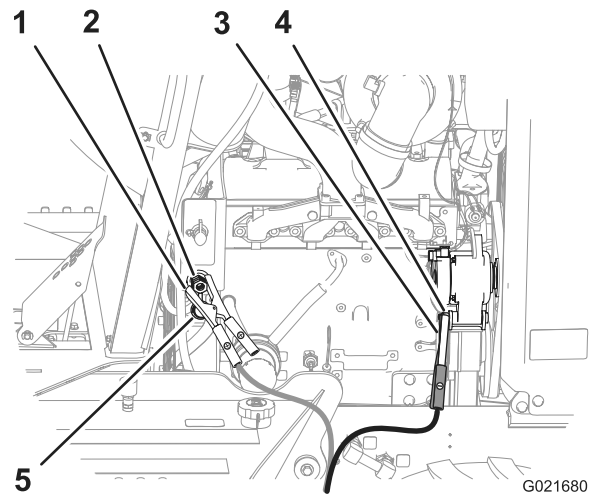

Bild 58
4. Nehmen Sie die Abdeckung vom Starthilfepol ab (Bild 58).
5. Schließen Sie das Plus-Starthilfekabel (+) am Starthilfepol an (Bild 58).
6. Schließen Sie das Minus-Starthilfekabel (-) an der Erdung an, wie z. B. die Mutter am Drehpunkt für die Lichtmaschine (Bild 58).